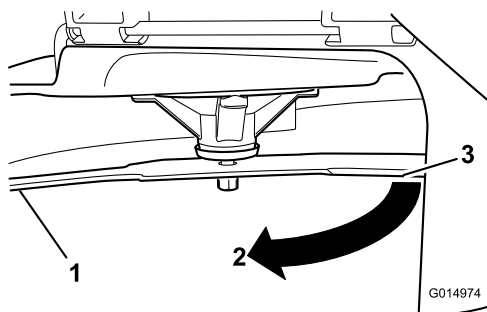

Рисунок 61
4. Поверните тот же нож на 180 градусов, чтобы теперь его противоположная режущая кромка была в том же положении (Рисунок 61).